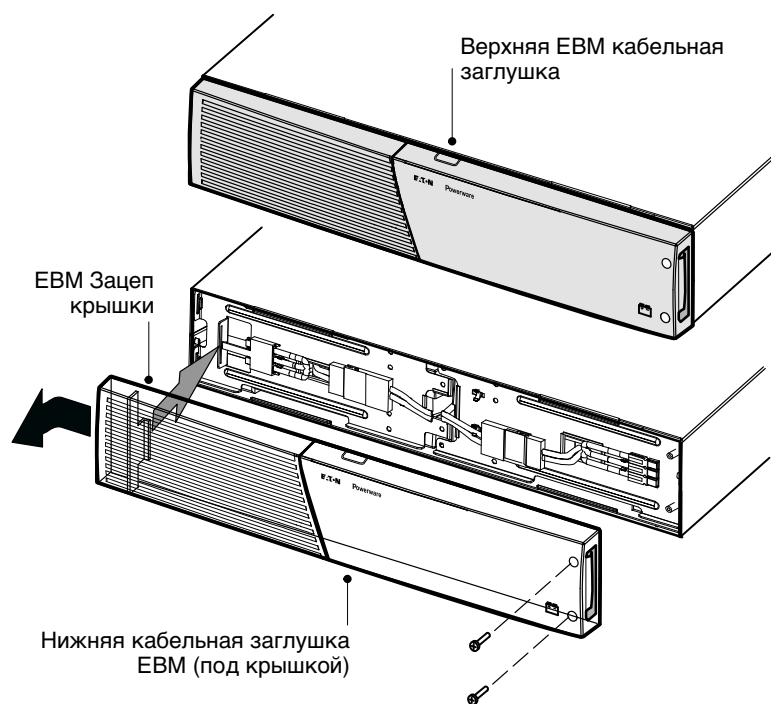

Рисунок 27. Снятие передней ЕВМ крышки
1. Снимите переднюю крышку каждого ЕВМ (см. Рисунок 27).
5. Снимите переднюю крышку каждого нового ЕВМ (см. Рисунок 27).
6. Для нижней части (или только) ЕВМ снимите кабельную заглушку ЕВМ в верхней части крышки. Расположение верхней кабельной заглушки Рисунок 27 см. на ЕВМ.
7. Если вы устанавливаете несколько новых ЕВМ, для каждого дополнительного ЕВМ снимите кабельную заглушку ЕВМ в верхней и нижней части передней крышки ЕВМ. Расположение кабельных заглушек Рисунок 27 см. ЕВМ на.
Перед установкой крышки на место убедитесь, что кабели ЕВМ проложены через заглушки в крышке ЕВМ, затем подвиньте крышку слева направо до соединения с зацепом для крышки в левой части шкафа ЕВМ. Вверните на место два винта с правой стороны передней крышки. Для справки см. Рисунок 27 на странице 51.